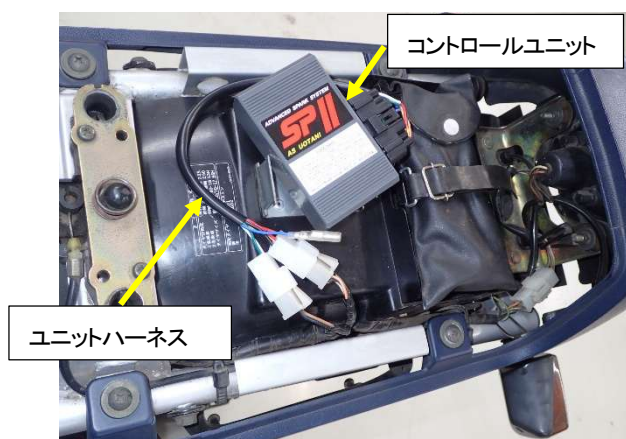

図2
- ② 外したコネクタへ、SP2 ユニットハーネスを使用して SP2 コントロールユニットを接続して下さい (図2)。
- ④ ガソリタンクを外しノーマルイグニッションコイルを取外して下さい。
- ⑤ 8ページ「プラグコードコネクタ装着方法」に従ってプラグコードを SP2 コイルに装着して下さい。プラグコード／キャップはリーク防止の為、新品又は良品を使用して下さい。
- ⑥ SP2 コイルを、6 * 25mm ボルト、6 * 10 スペーサを使用し、位置を調整して取り付けて下さい (図2、3)。